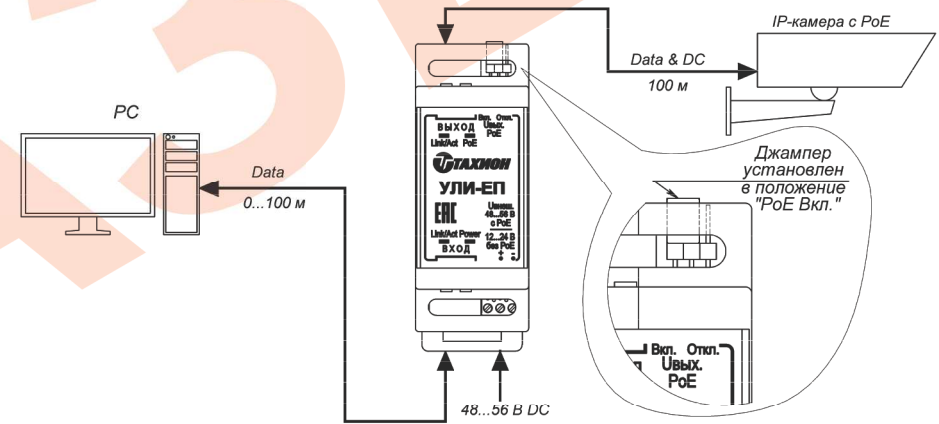
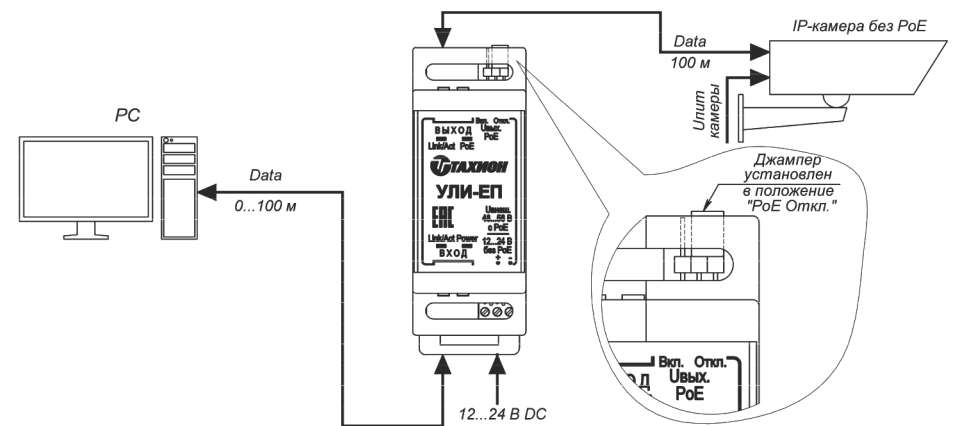

Рис.4 Пример использования УЛИ-ЕП в режиме инжектора PoE.
Рис.5 Пример использования УЛИ-ЕП в режиме ретранслятора.
- 12...24 В. при работе в режиме ретранслятора (джампер в положении «Откл», см. рис.5);
- При необходимости изделие может быть использовано также в качестве ретранслятора сигнала (см. рис.5) или инжектора POE (см. рис.4).